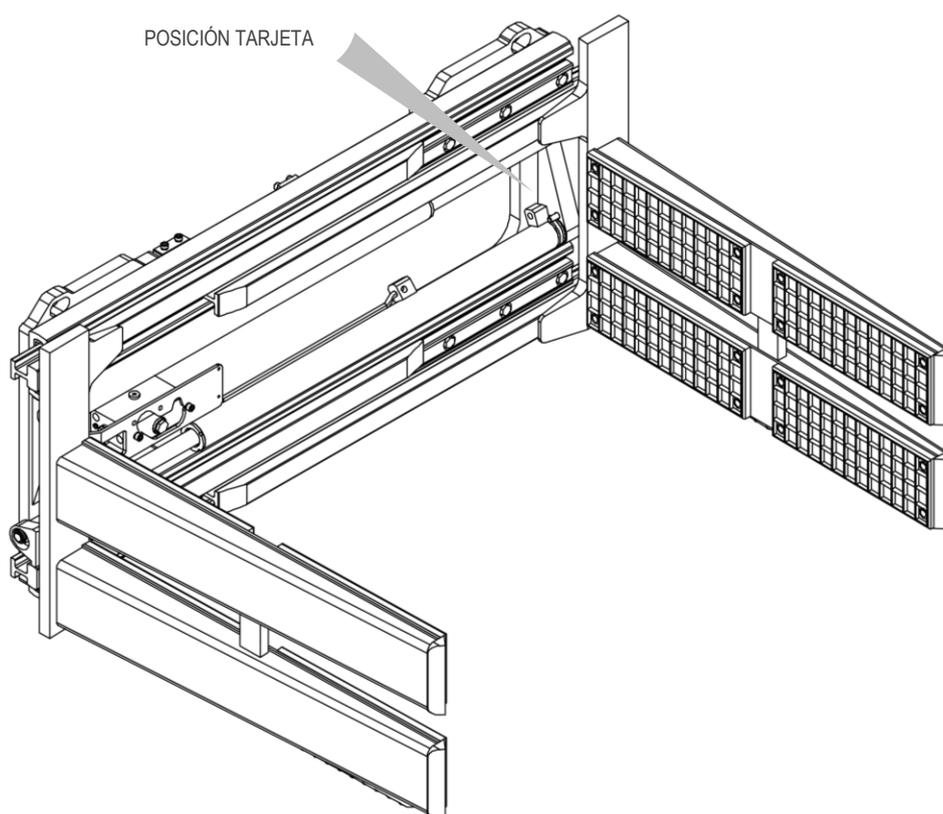

Figura 1
Todos los implementos A.T.I.B. - “PINZA CON BRAZOS CAUCHADOS TIPO 474.137 | PINZA PARA BLOQUES DE TACOS AUTOCOMPENSADOS TIPO 474.141” son identificados de una tarjeta adhesiva (mira *Tabla 1*) puesta sobre el implemento (mira *Figura 1*), siempre referirse a la matricula.
5. Para la manipulación, utilice correas o cadenas del tamaño adecuado para el peso del implemento indicado en la tarjeta (mira *Figura 1 y Tabla 1 a pag. 6*).
9. Conecte el circuito hidráulico; asegurándose de que la presión de trabajo de las tuberías sea superior o igual a la indicada en la tarjeta identificadora (mira *Figura 1* y la *Tabla 1* a pag.6).
6. Para la manipulación, utilice correas o cadenas del tamaño adecuado para el peso del implemento indicado en la tarjeta (mira *Figura 1* y la *Tabla 1* a pag. 6).